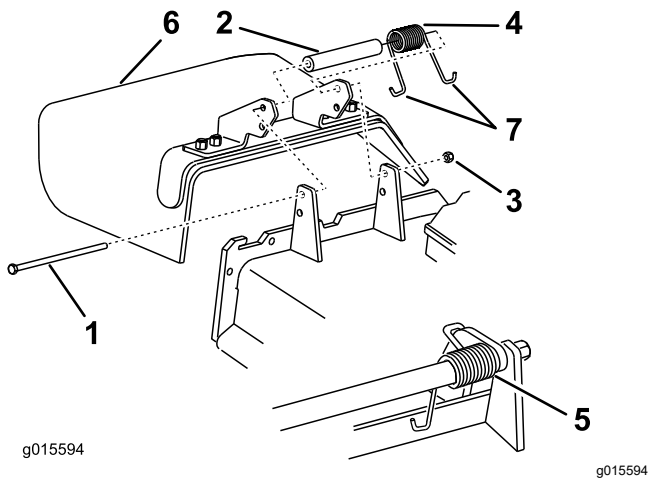

Figura 125
1. Retire la contratuerca, el perno, el muelle y el espaciador que sujetan el deflector a los soportes de pivote (Figura 125).
2. Retire el deflector de hierba dañado o desgastado (Figura 125).
Nota: Asegúrese de colocar un extremo en J del muelle detrás del reborde de la carcasa antes de instalar el perno, como se muestra en la Figura 125.
- Coloque un extremo en J del muelle alrededor del deflector de hierba (Figura 125).